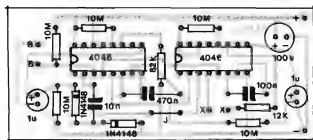

Fig.3
- FIG. 3 - "CHAPEADO" DA MONTAGEM - Como sempre ocorre na distribuição dos componentes sobre as placas das montagens mostradas em APE, procuramos não "congestionar" muito o conjunto, de forma a não "assustar" os iniciantes, Leitores/Hobbistas que estejam principiante suas "aventuras" no fantástico mundo da Eletrônica Prática (depois de algum tempo, todo mundo fica "cobra" no assunto, mas - no começo - alguns "tremem" um pouco...). Uma fórmula infalível é sempre seguir uma **ordem** lógica na colocação e soldagem dos componentes, **primeiro** os componentes ativos (Integrados), depois as peças que ficam mais "baixas" sobre a placa (resistores, diodos, no caso do BAMUS...) e - finalmente - os componentes que mais "sobressaem" (em